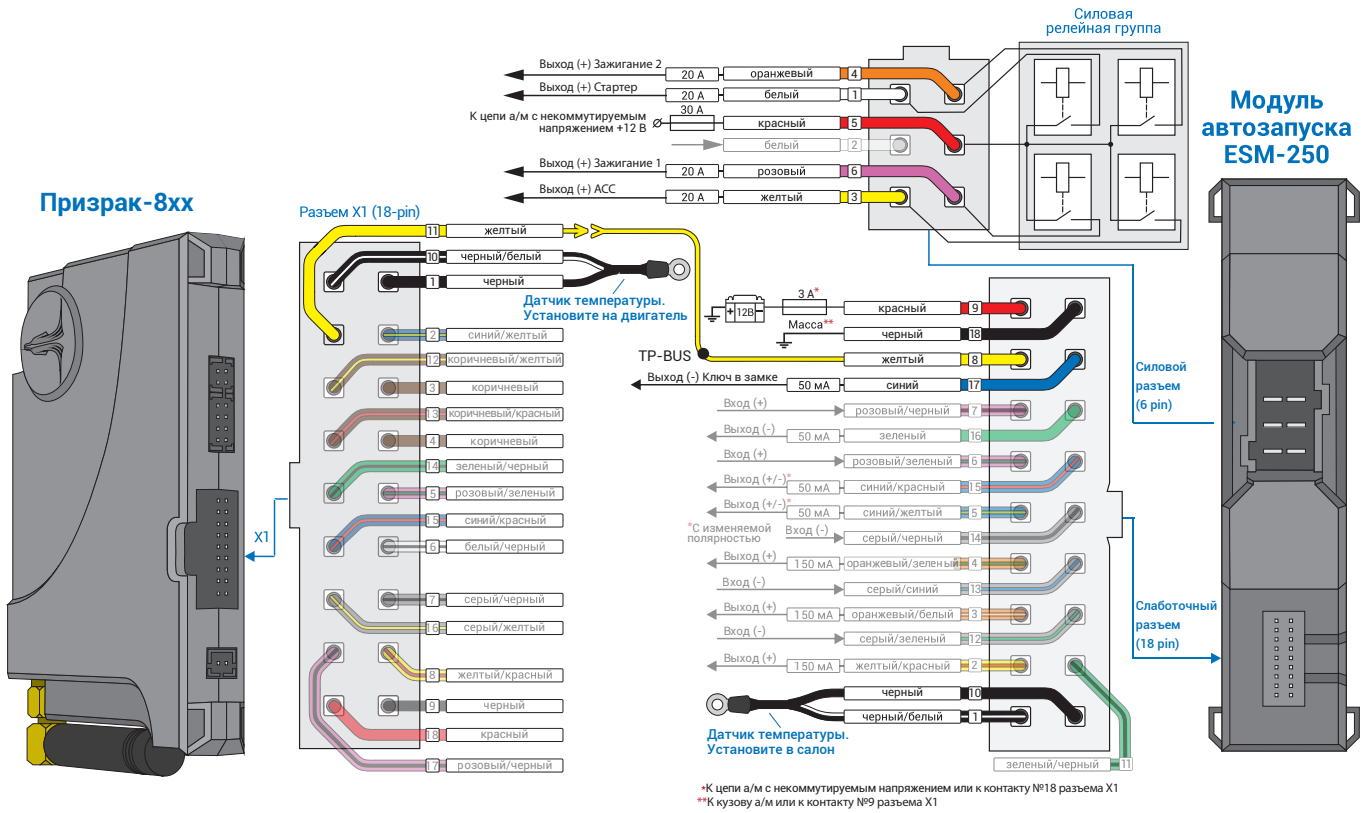
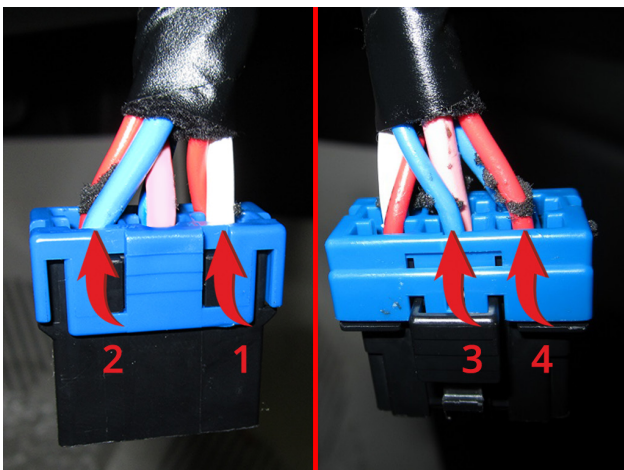
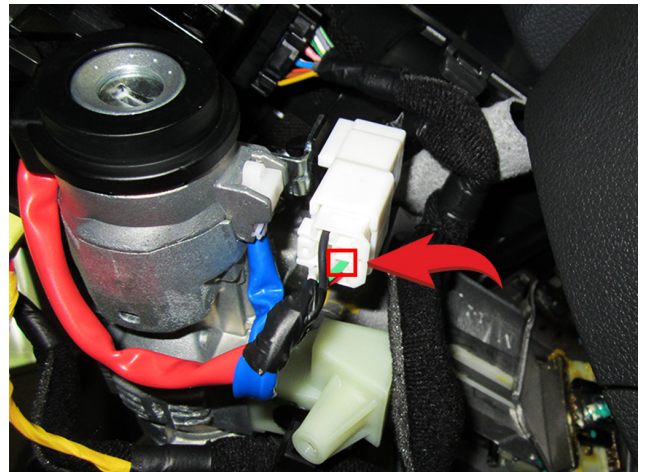

Рис.3 Подключение модуля автозапуска ESM-250
Рис.4 Подключение к силовым цепям замка зажигания.
Рис.5 Ключ в замке
4. Подключите модуль автозапуска ESM-250 – выводы модуля, которые требуется подключить выделены на рис. 3. Подключение производится в синем разъеме непосредственно у замка зажигания (см. рис. 4). Так же требуется подключение к проводу а/м, на котором присутствует статус «ключ в замке» (см. рис. 5)